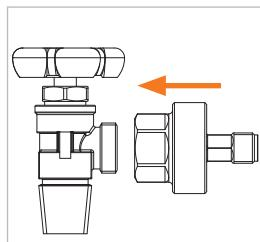

Figure 2
- ▶ Saisissez le connecteur au niveau du manchon (pos. 1).
- ▶ Placez l'axe d'étanchéité (pos. 4) en position droite sur la vanne de la bouteille (*Figure 2*).
- ▶ Vissez le connecteur au niveau du manchon (pos. 1) sans l'incliner, fermement jusqu'à ce que le joint frontal repose sur le filetage de la bouteille.